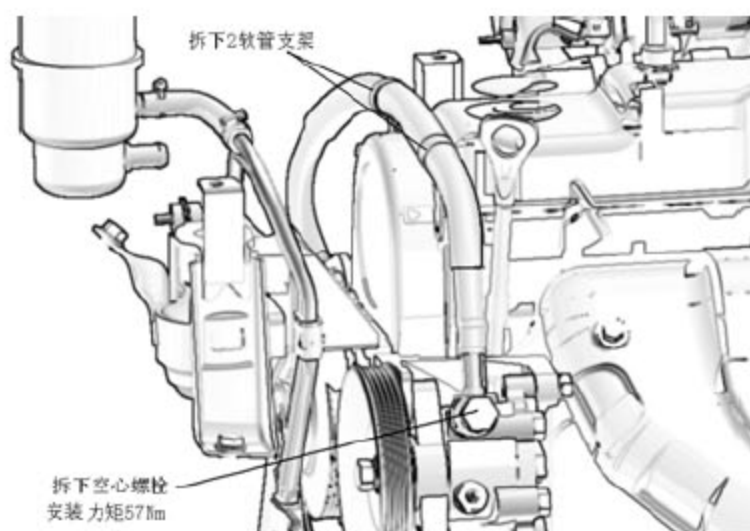

图2—20
B). 拆下与转向油泵连接的高压出油管，拧下空心螺栓，拆下连接于发动机上的 2 个软管支架，如图 2—20 所示。